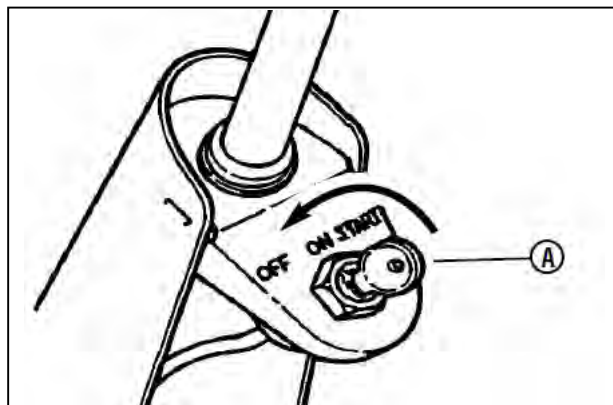

図5-13 キーをOFFとする
1. エンジンを停止するには、スロットルレバー(図5-13のA)を低速に戻し、1～2分アイドル運転をしてからキースイッチを「OFF」とします。